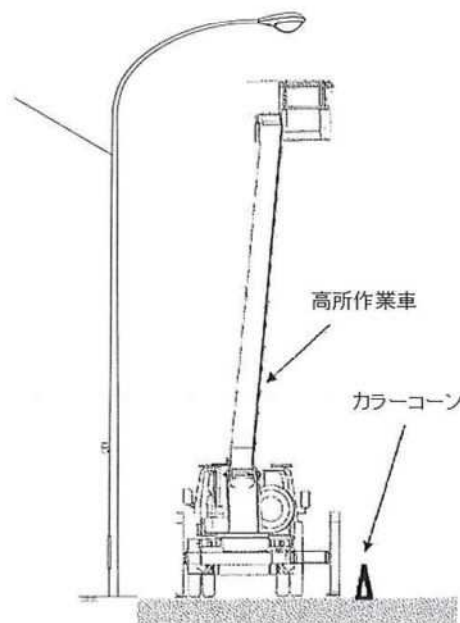

図 6-1 高所作業車設置イメージ
- × 車道上で高所作業車を使用し点検を行う場合には、現地踏査結果により、交通規制方法区分し、それぞれに適した保安施設を設置する。パターンの規制を行えない個所については監督員及び各警察署と協議した上で行うこととする。（高所作業車設置のイメージを図6-1に、交通規制のイメージを図6-2に示す。）
- ①照明施設地上部（支柱、基部）における点検〔地上より1.5m以下程度の目線より下〕